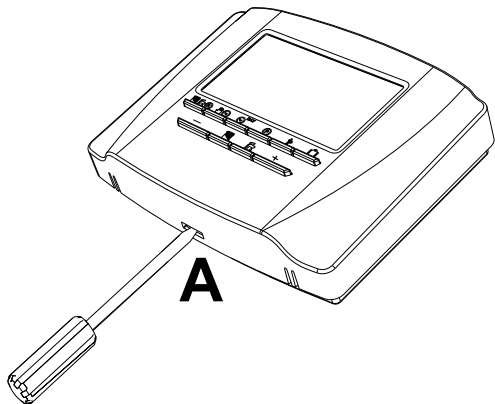

рис. 4
1. Снимите переднюю часть, вставив отвертку в точку А в качестве рычага, как показано на «рис. 4» на стр. 195.